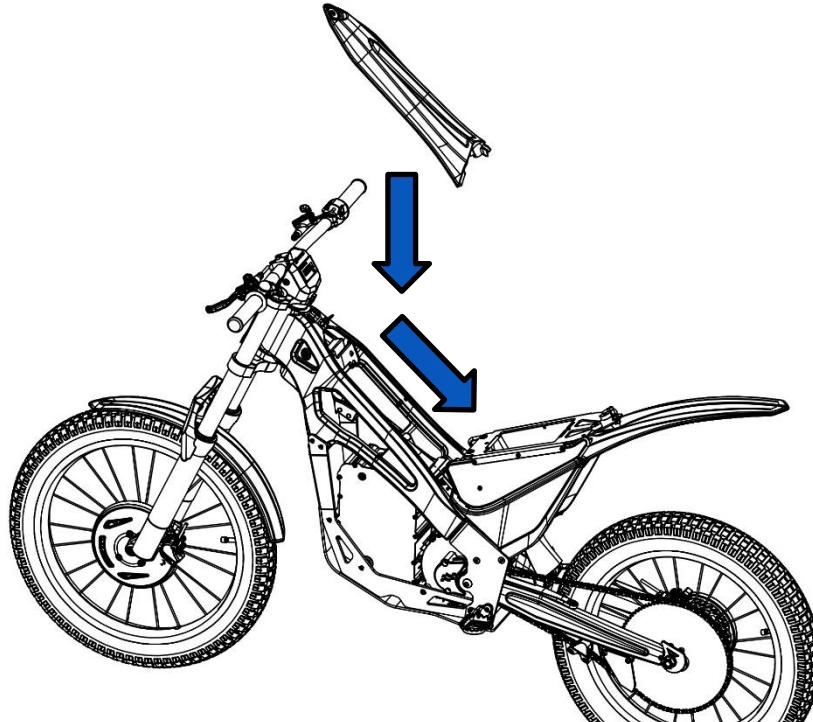

Fig. 46
- 6- A continuación, debe acoplar de forma correcta la carcasa superior en el bastidor (Fig. 46).